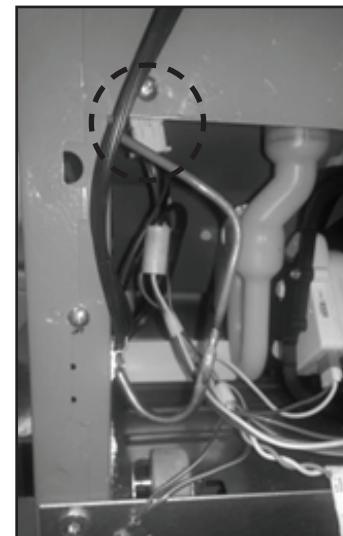

FIGURA 3
5. Desconecte el mazo del conector de montaje del panel y descártelo. Vea la Figura 3.